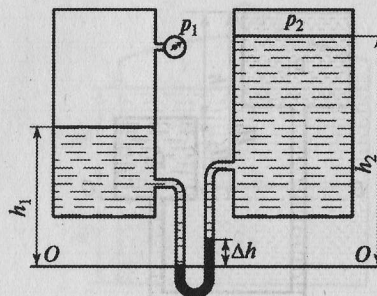

Рис. 2.14
**Задача 2.15.** Два закрытых сосуда содержат воду. Свободные поверхности расположены по отношению к плоскости сравнения  $O-O$  на высотах  $h_1 = 1 \text{ м}$  и  $h_2 = 1,8 \text{ м}$  (рис. 2.14). Показание манометра  $p_1 = 1,2 \cdot 10^5 \text{ Н/м}^2$ , разница уровней ртути в дифференциальном манометре  $\Delta h = 200 \text{ мм}$ . Определить давление на свободную поверхность второго резервуара  $p_2$ .